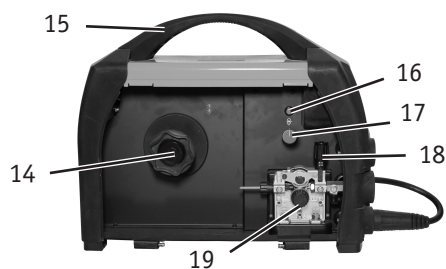

Рис. 1.3
2. Вставьте сварочную горелку в «евроразъем» (2) (**рис. 1.1**) на передней панели аппарата и прикрутите его. После установите катушку с проволокой, установите ролики с теми канавками, которые соответствуют диаметру проволоки. Зафиксируйте проволоку с помощью ручки зажима проволоки (18) (**рис. 1.3**). С помощью кнопки прогона проволоки (16) (**рис. 1.3**) протяните проволоку внутрь горелки.